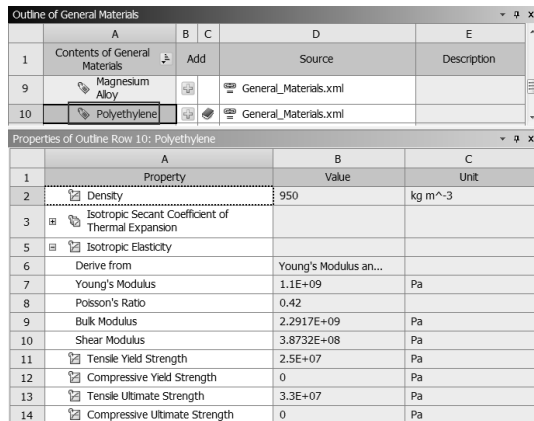

图 5-13 材料参数修改窗口
Step5：根据实际工程材料的特性，在 Properties of Outline Row 10: Polyethylene 表中可以修改材料的特性，如图 5-13 所示。本实例采用的是默认值。